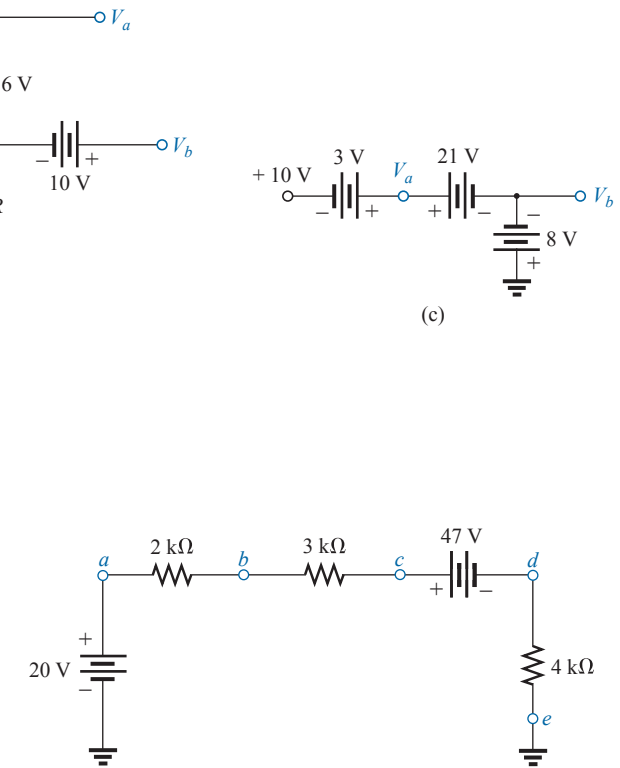

Figura 5.120 Problema 37.
37. Para o circuito mostrado na Figura 5.120, determine as tensões a seguir: